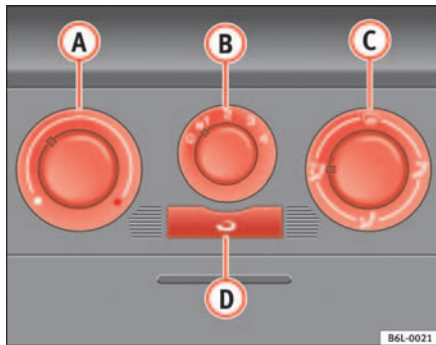

Abb. 83 In der Instrumententafel: Bedienelemente der Heizung
- Mit den Reglern ⇒ Abb. 83 **A** und **C** und mit dem Schalter **B** stellen Sie die Temperatur, die Luftverteilung und die Gebläsestufe ein.